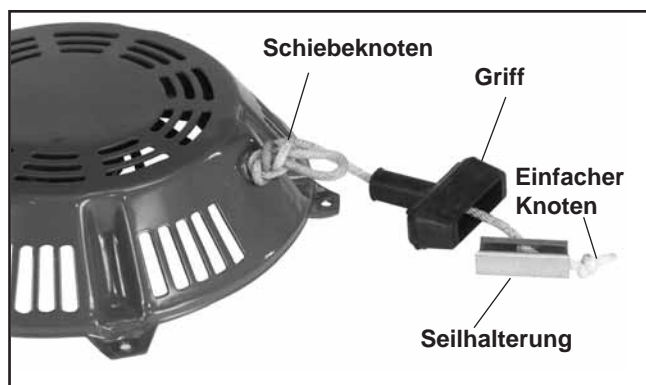

Abbildung 7-3. Entfernen des Anlassergriffs.
2. Ziehen Sie das Seil etwa 30 cm heraus und bringen Sie vorübergehend einen Schiebeknoten an, damit sich das Seil nicht zurück in den Anlasser bewegt. Siehe Abbildung 7-3.